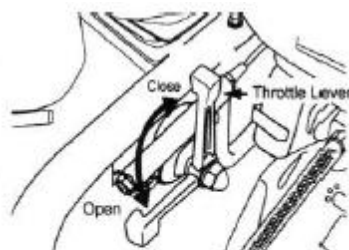

Fig 9
8. Pour lancer l'action de compactage du compacteur, déplacez rapidement le levier d'accélérateur(Fig. 9) de IDLE (fermer) à la position FULL OPEN. NE PAS déplacer le levier de l'accélérateur lentement car cela peut endommager l'embrayage ou le ressort.